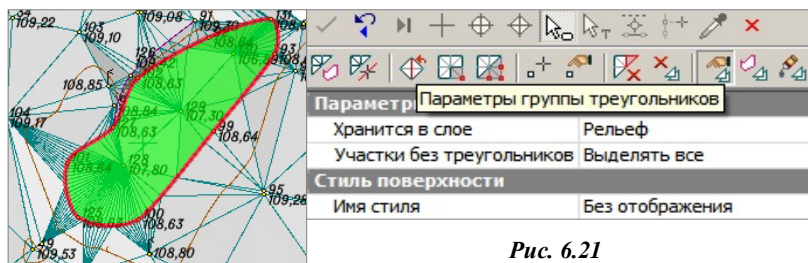

Рис. 6.21
- Выберите команду **Поверхность/ Вершины, Ребра, Группы треугольников** метод **Параметры группы треугольников** (рис. 6.21).
- В окне параметров в строке **Стиль поверхности** установите настройку **Без отображения** и примените построение (рис. 6.21).